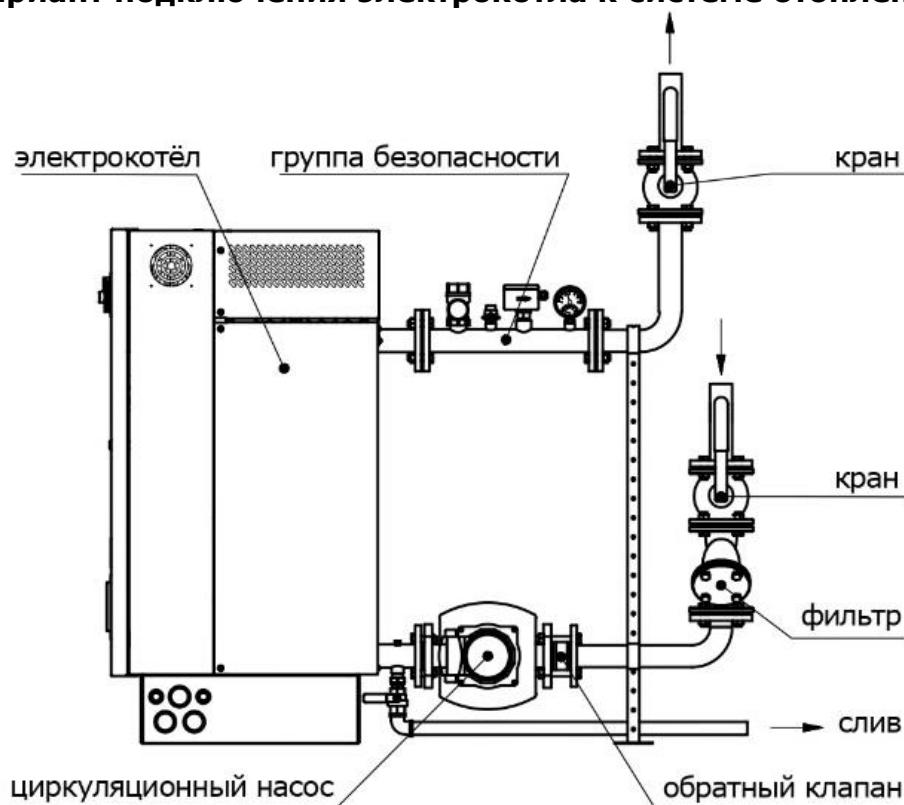

Рис. 5
6.6. Группа безопасности должна быть установлена только на выходном патрубке котла (см. рис. 5).
6.11. Перед циркуляционным насосом обязательно должен быть установлен фильтр грубой очистки с размером ячеек сетки фильтрующего элемента не более 500 мкм, обратный клапан (при параллельном подключении нескольких электродкотлов) и кран (см. рис. 5).